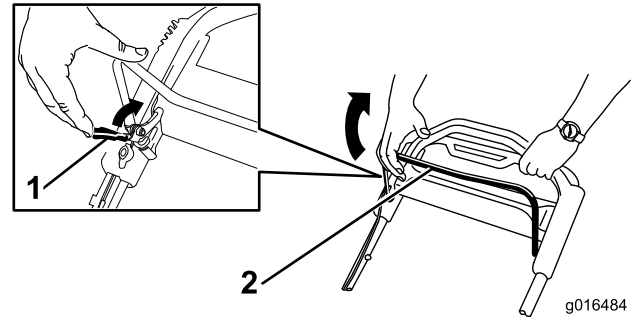

Bild 21
1. Ziehen Sie die Schaltbügelsperre zum Schaltbügel (Bild 21).
2. Ziehen Sie den Schaltbügel **langsam** zum Bügel (Bild 21).